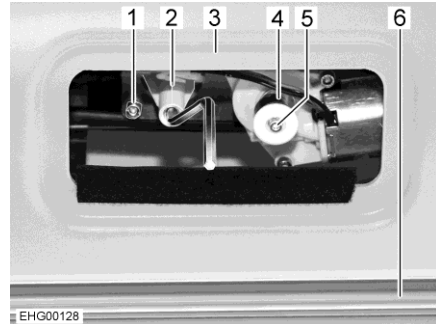

Fig. 49 Acceso al motor
- Quitar el panel quita y pon encima del revestimiento de la luna delantera (Fig. 49,3). Se tiene acceso al motor (Fig. 49,1).
- Quitar el manguito de plástico (Fig. 49,4).
- Pulsar el botón de seguridad blanco (Fig. 49,5) y mantenerlo pulsado.
- Encajar la manivela (Fig. 49,2).
- Con la manivela, desplazar el estor plegable (Fig. 49,6) hacia arriba o hacia abajo.
- Cuando ambos agarraderos estén fuera del campo de visión: volver a tirar hacia fuera el botón de seguridad (Fig. 49,5).